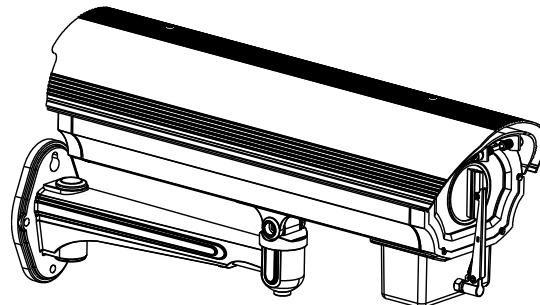

Рис. 3.4. Установка видеокамеры в кожухе
**ВНИМАНИЕ:** Данная видеокамера может быть установлена как внутри, так и вне помещений. Для уличной установки необходимо использовать подходящий по размерам внешний кожух, как показано на Рис. 3.4.